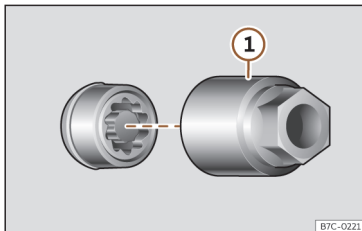

Fig. 199 Boulon antivol de roue avec capuchon et adaptateur.
- Encastrez l'adaptateur spécial >>> **fig. 199** (outillage de bord >>> page 292) sur le boulon de roue antivol jusqu'à la butée.